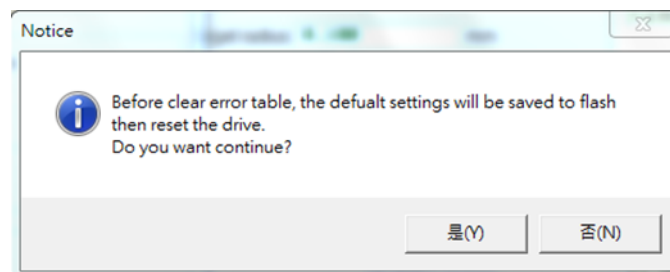

図 5.8.2.3
Lightening 0.186以降のバージョンの場合、HMIメインウィンドウの [Tools] メニューで [Set amplifier to factory default] を選択します。次に、図 5.8.2.2のウィンドウが表示され、ユーザーがアンプを工場出荷時のデフォルトに設定するかどうかを尋ねられます。Lighteningは、ドライバーパラメーターを工場出荷時の設定に戻すだけでなく、メインウィンドウ以外の他のウィンドウも閉じます。エラー安定を同時にクリアする必要がある場合は、「Clear error table in flash and reset drive」オプションをチェックしてください。「user.pdl」の内容を同時にクリアする必要がある場合は、「Clear user PDL」のオプションをチェックしてください。「Clear user PDL」オプションをチェックすると、図 5.8.2.4に示すように、プログラムは「Notice」ウィンドウを表示して、「user.pdl」がクリアされることをユーザーに通知します。「Yes (Y)」ボタンをクリックすると、プログラムは「Set amplifier to factory default」のウィンドウで選択した機能を実行します。ただし、「No (N)」ボタンをクリックすると、「Set amplifier to factory default」のウィンドウに戻り、ユーザーが実行に必要な機能を再選択できるようになる。